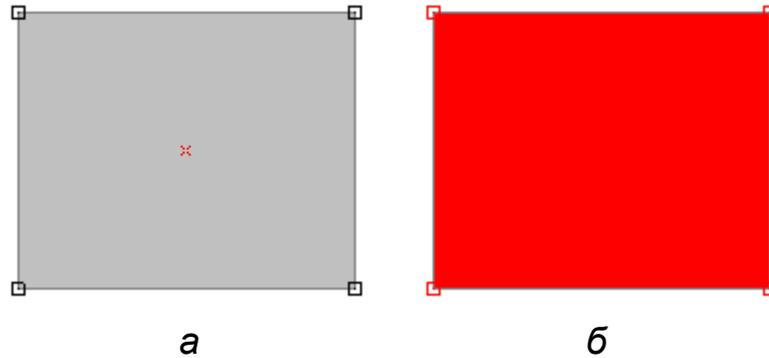

Рисунок 6.34
**Задание 1.** Начертите произвольную пластину (рисунок 6.34, а) и выделите ее (рисунок 6.34, б)